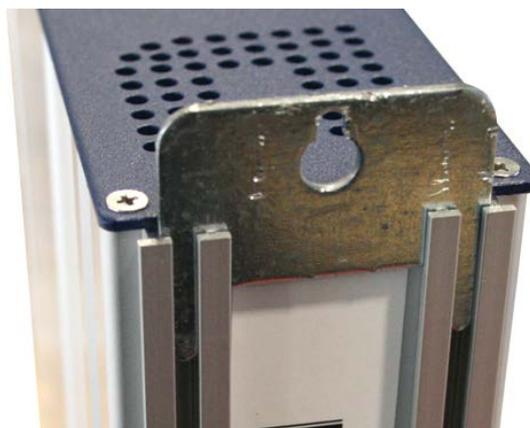

Figura 3. Detalle del soporte para chasis (mural o rack)
1. Para instalaciones de varios módulos (cabecera) o un solo módulo, fijar el módulo transmudador a un chasis mural (CHM TR) o a un chasis para rack (CHR TR). Para ello montar en la parte superior trasera del módulo la pieza metálica suministrada, tal y como se indica en la figura 3.